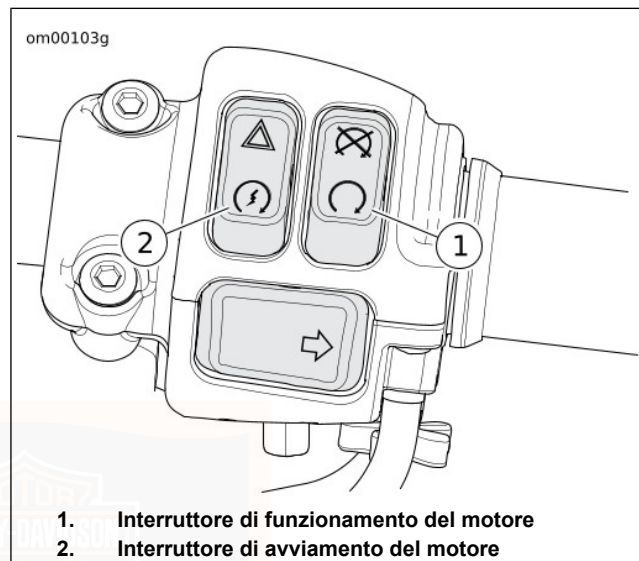

Figura 35. Comandi del semimanubrio destro
2. Vedere Figura 35. Portare l'interruttore di ARRESTO/FUNZIONAMENTO su FUNZIONAMENTO (1).